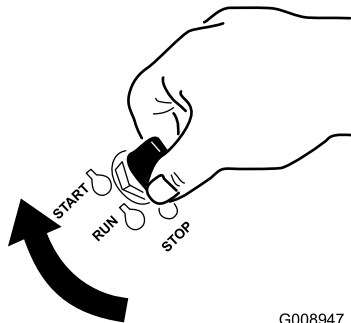

Figura 20
1. Gire la llave de contacto a la posición de ARRANQUE (Figura 20).